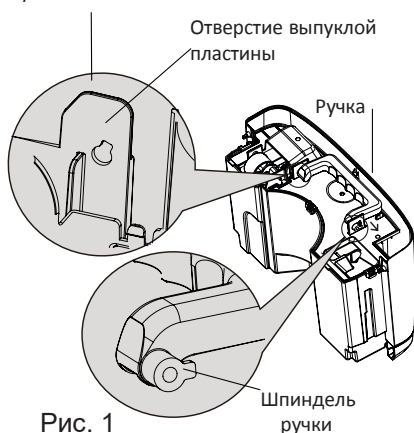

Рис. 1
- (1) Поверните шпindel ручки к отверстию выпуклой пластины. Потяните емкость со стороны ручки по направлению стрелки. Снимите ручку. (Рис. 1)